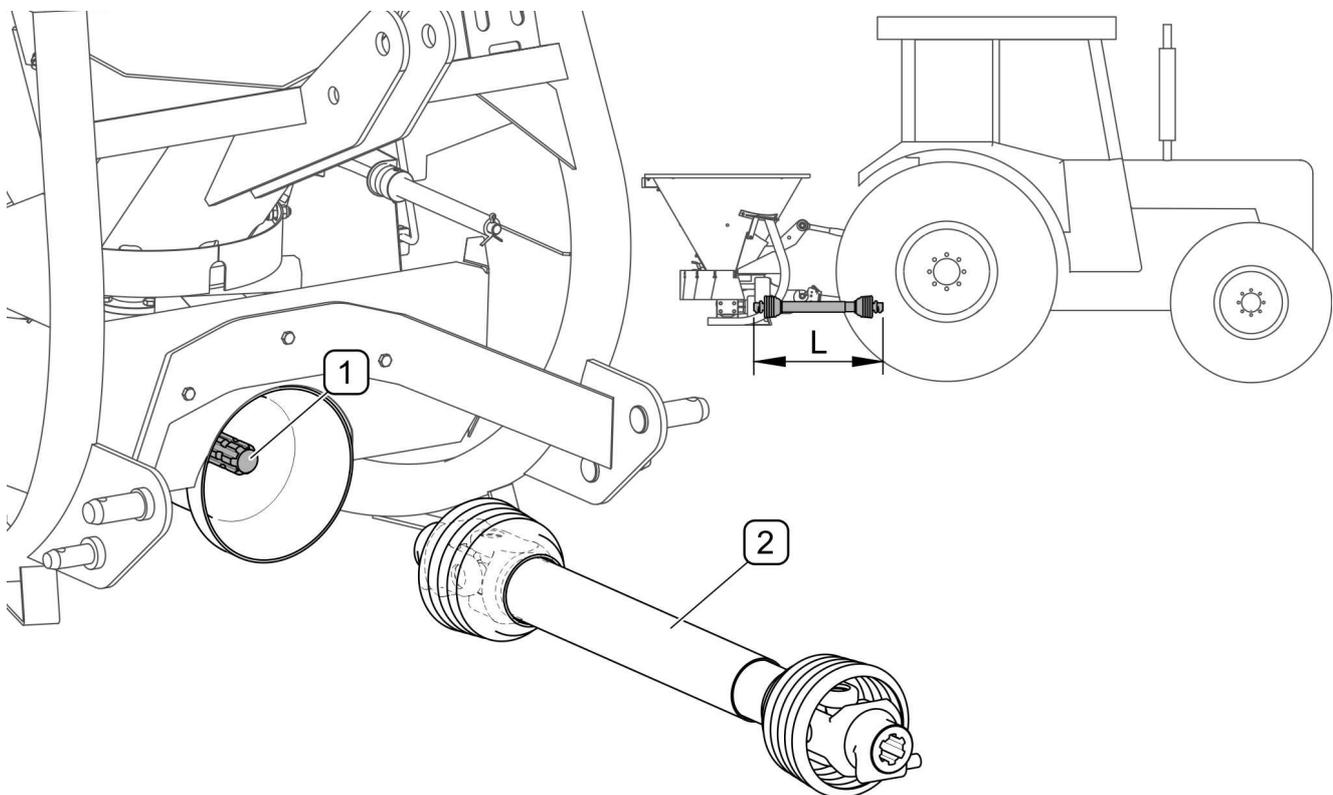

Abb. 4.3 Anschließen der Teleskop-Gelenkwelle
Bevor die Teleskop-Gelenkwelle angeschlossen wird, muss unbedingt die vom Hersteller der Welle mitgelieferte Betriebsanleitung gelesen und alle in ihr enthaltenen Anweisungen befolgt werden. Vor dem Ankuppeln an Schlepper ist der technische Zustand der Gehäuse von Welle, Vollständigkeit und Zustand der Sicherungsketten sowie allgemeiner technischer Zustand der Welle zu prüfen. Die Welle muss über eine Länge (L) verfügen, die ihren Anschluss an die angehängte Maschine (Abb. 4.3) ermöglicht, d. h., sie darf nicht länger sein als der Abstand zwischen den Stirnseiten der Zapfwellen an der Maschine und dem Schlepper. Dieser Abstand ist je nach Schleppermodell verschieden und bewegt sich zwischen $690 \div 765$ mm für die Kategorie I und $820 \div 900$ mm für die Kategorie II für Dreipunktaufhängungen